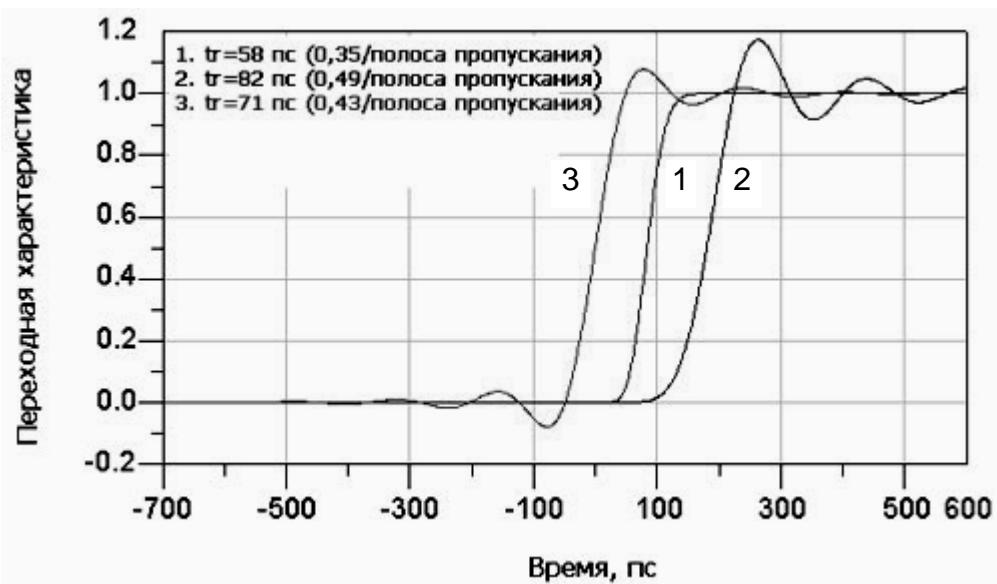

Рис. 2.7. Переходные характеристики осциллографов с гауссовой АЧХ (1), с максимально плоской АЧХ (2) и с АЧХ Бесселя (3).
В качестве примера реальных переходных характеристик на рис. 2.7 показаны переходные характеристики осциллографов высокого класса с полосой пропускания 6 ГГц. Самым малым временем нарастания $t_r = 58$ пс обладает переходная характеристика осциллографа, АЧХ которого близка к гауссовой (1). Переходная характеристика с временем нарастания $t_r = 82$ пс соответствует максимально плоской АЧХ (характеристика Баттервортса высокого порядка) (2). Переходная характеристика с временем нарастания $t_r = 71$ пс соответствует максимально плоской АЧХ с коррекцией нелинейности (линеаризацией)